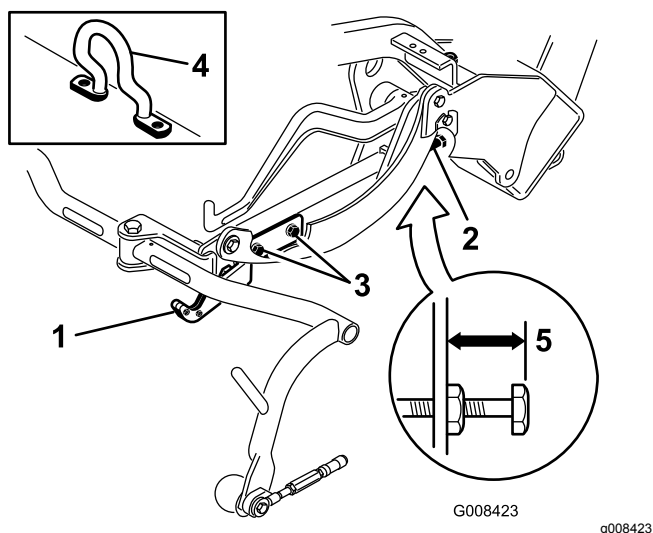
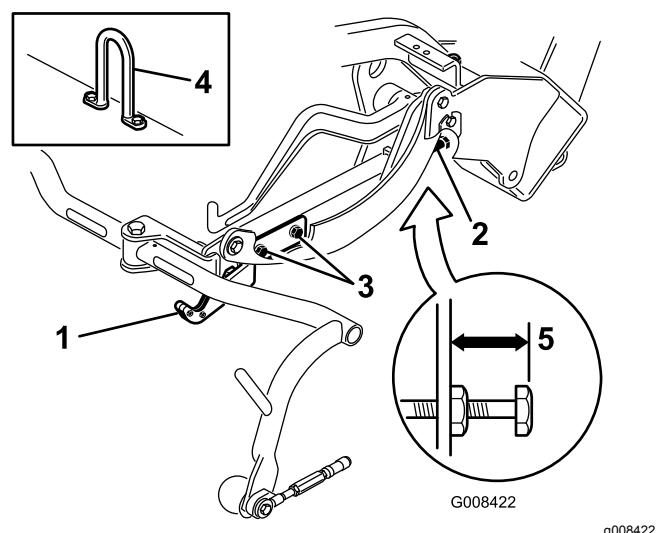
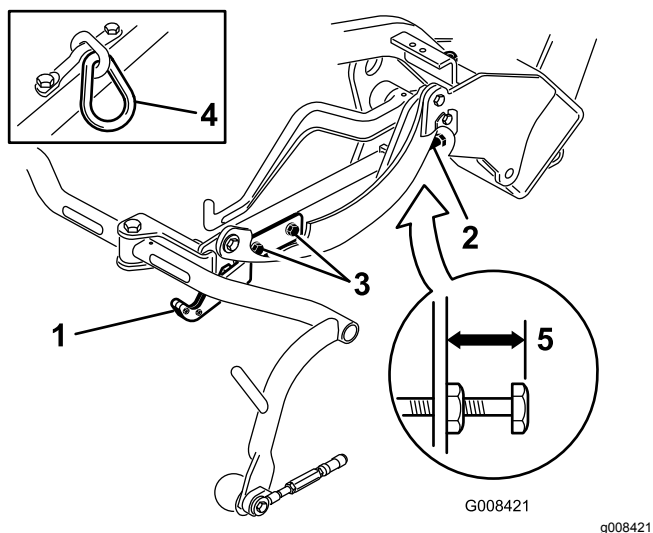

Figura 13
Figura 15
Figura 14
Controllate l'altezza di trasferimento (Figura 14 e Figura 15) e regolatela se necessario.
2. Sugli apparati di taglio dotati di un gancio di sollevamento sfalsato (riquadro Figura 13), verificate che la distanza dalla parte superiore della vite di regolazione del telaio portante alla parte posteriore del telaio portante sia pari a 25 mm. Se la distanza non è di 25 mm, passate al punto 4.
3. Sugli apparati di taglio dotati di un gancio di sollevamento sfalsato (riquadri Figura 14 e Figura 15), verificate che la distanza dalla parte superiore della vite di regolazione del telaio portante alla parte posteriore del telaio portante sia pari a 22 mm. Se la distanza non è di 22 mm, passate al punto 4. Se l'elemento di taglio è dotato di gancio di sollevamento sfalsato (Figura 13), passate al prossimo punto.
4. Allentate le viti di montaggio della piastra di trasferimento (Figura 14, Figura 15 e Figura 13).
7. Se i telai portanti non si trovano alla stessa altezza, allentate il controdado della vite di regolazione del telaio portante (Figura 13, Figura 14 e Figura 15). Ruotate la vite, svitandola per sollevare il telaio e avvitando per abbassarlo. Serrate il controdado una volta raggiunta l'altezza corretta.